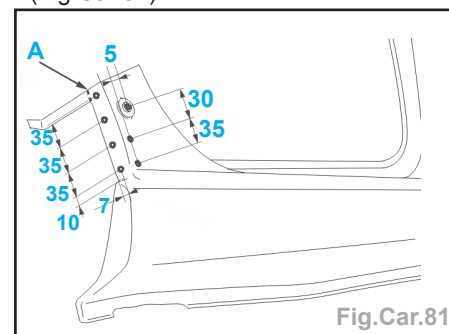

Fig.Car.81
- Tracer puis découper à l'aide d'une meule épaisseur **1 mm** (coupe définitive) (Fig.Car.81).